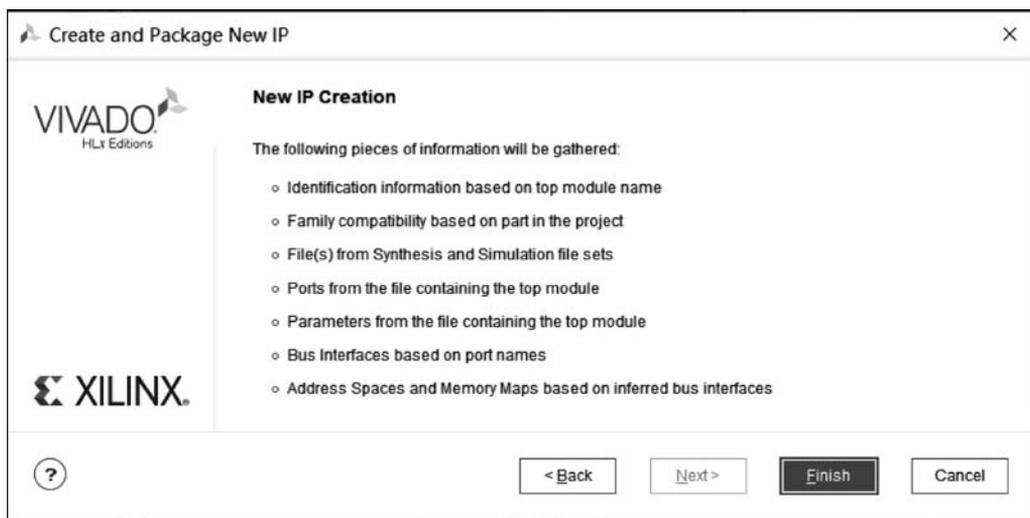

图 3.42 IP 核创建完成
(5) 单击 Finish 按钮,完成 IP 核的创建,如图 3.42 所示。